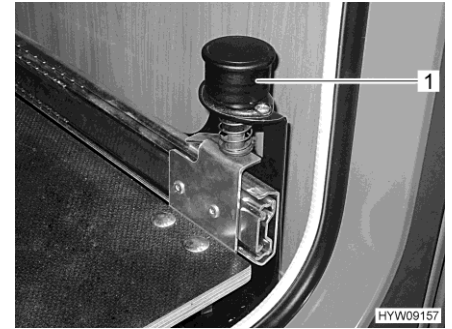

Bild 81 Knauf mit Arretierung
- Knauf (Bild 81,1) nach oben ziehen. Der Gaskastenauszug ist entriegelt.